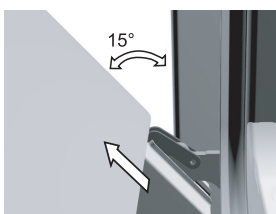

Figure 2
- Fermez doucement la porte jusqu'à ce que les clips soient pressés contre les supports. À environ 15° (par rapport à la position de la porte fermée), tirez la porte légèrement vers le haut et retirez-la des deux gonds (Figure 2).